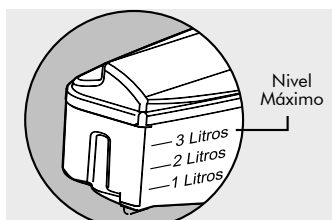

Figura 27
- No exceda la capacidad máxima de agua que se indica en el tanque (3 litros). Si el nivel del agua se reduce a más de la mitad, el caudal de suministro de agua se reducirá. (Figura 27).